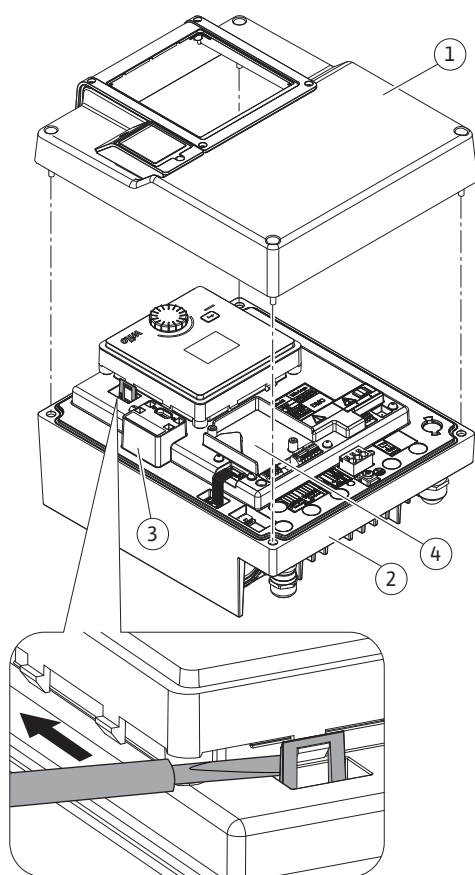

Fig. 28: Elektronikmodul
CIF-moduler (tilbehør) bruges til kommunikation mellem pumper og bygningsstyringsteknik. CIF-moduler sættes i elektronikmodulet (Fig. 28, pos. 4).